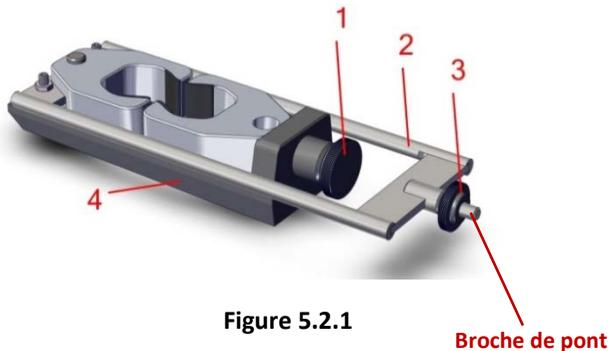
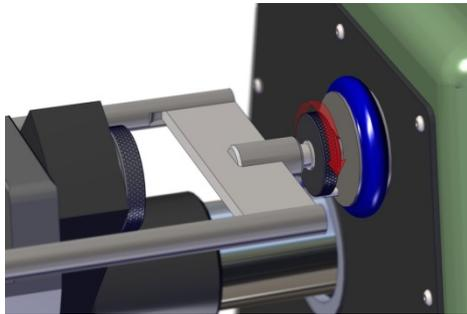

Figure 5.2.1
Figure 5.2.5
1. Retirez la grande vis de connexion moletée (Figure 5.2.1, N°1) de la base de l'accessoire (Figure 5.2.1, N°4). Retirez le pont (Figure 5.2.1, N°2) et la mâchoire gauche de la base de l'accessoire.
3. Placez la mâchoire gauche et le pont de traction sur la surface supérieure de la base de l'accessoire de traction. Faites glisser doucement la broche de pont (figure 5.2.1) dans le trou situé au centre du support de pince fixe (figure 5.2.2, élément 6).
4. Réglez l'écrou moleté (Figure 5.2.1, N°3) de manière à ce que la surface plate de l'écrou faisant face au support du mors fixe (Figure 5.2.2, N°6) se situe à environ 1/32" (0,78 mm) de la surface du dit support (voir Figure 5.2.5).